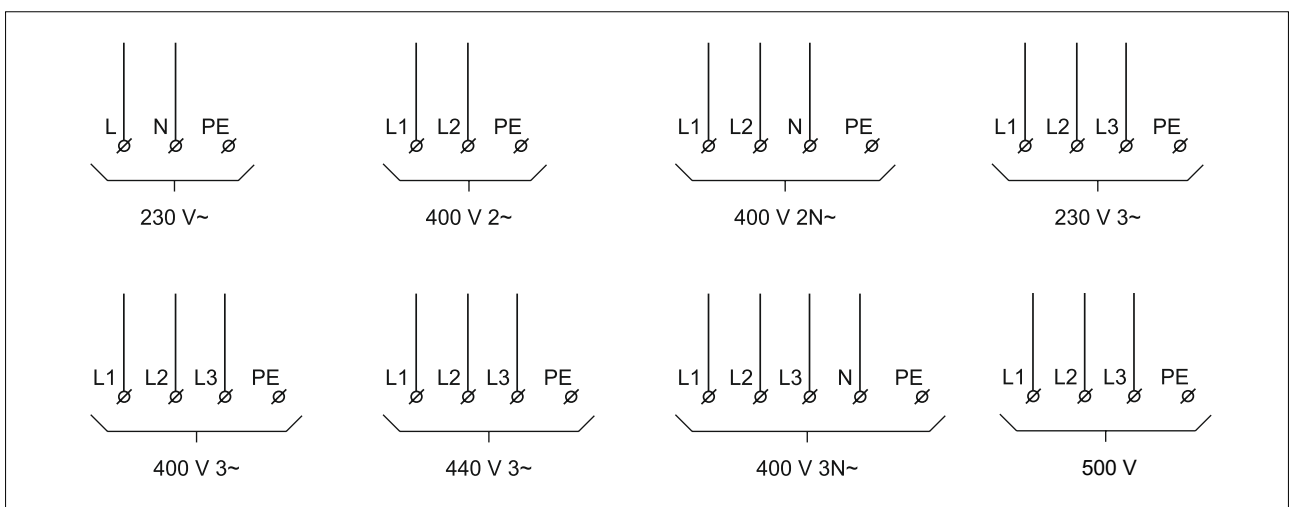

abb. 14
Abbildung 14 zeigt den Anschluss der Stromversorgung an den Heizer. Der Heizer wird gemäß den Nenndaten auf dem Typenschild angeschlossen. Der Schutzleiter (PE) muss immer angeschlossen werden. Die Ausführung der Stromversorgung muss den geltenden Vorschriften entsprechen.